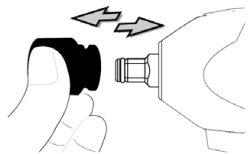

Fig. 4
1. Montera hylsan genom att trycka in den i drivspindeln så långt det går (se fig. 4).